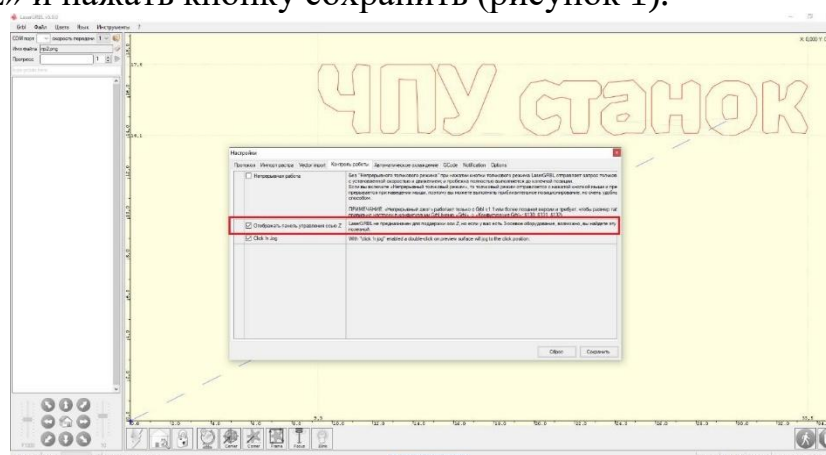

Рисунок 1 - Настройка панели управления осью Z
3. Настроить панель управления осью Z. Для этого в верхней панели Grbl – Настройки – Контроль работы - поставить галочку на пункте «Отображать панель управления осью Z» и нажать кнопку сохранить (рисунок 1).